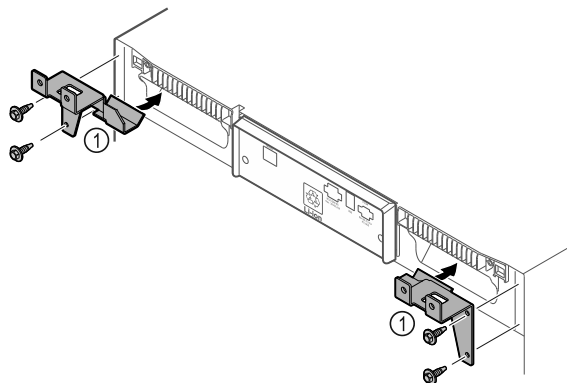

Fig. 10
- ▶ Τοποθετήστε τα στηρίγματα Fig. 10 (1) με τις αυτοδιάτρητες βίδες στη συσκευή.